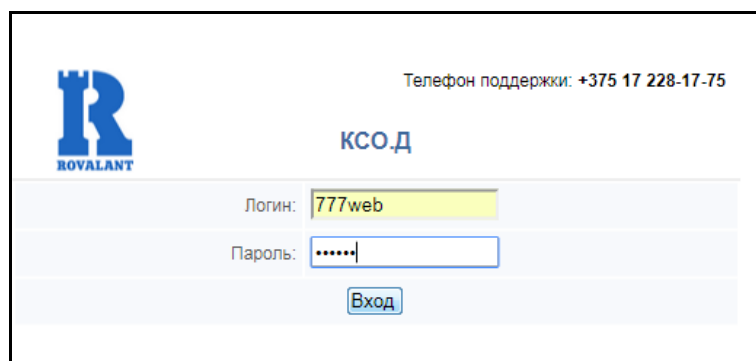

Рис. 26
2) На ПЭВМ запустить интернет-браузер (Internet Explorer, Mozilla Firefox, Opera или др.), в интернет-браузере должна быть включена поддержка JavaScript. Ввести в адресной строке браузера IP-адрес КСО.Д (по умолчанию 192.168.0.11). После установления соединения со встроенным веб-сервером КСО.Д в браузере появится окно авторизации (см. рисунок 26).